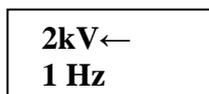

Рис.2
7.1. Включить генератор переключателем, расположенным на ручке генератора (при включении генератора с разряженным аккумулятором на дисплее появляется надпись «**Low battery**», светодиод три раза мигает красным светом и генератор отключается. В этом случае необходимо зарядить аккумуляторную батарею). После заставки на ЖК-дисплее генератора появляется меню как на Рис.2 и включается подсветка.